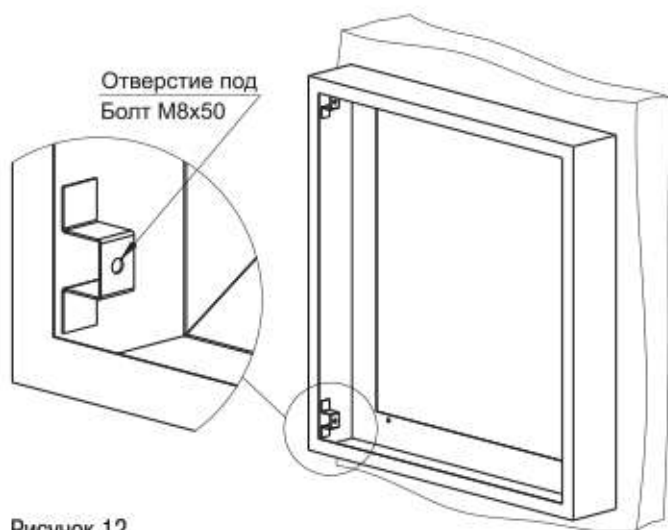

Рисунок 12
5.2 Вставьте корпус в Кожух щита этажного и закрутите болты M8x50, установленные в корпусе щита, в отверстия П-скоб Кожуха щита этажного (рисунок 12 и 13).